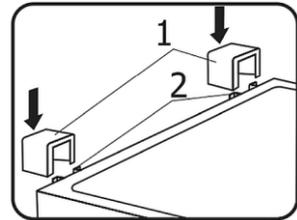

Fig. 4
8. Predisporre i due supporti (1) e inserirli nelle guide (2) nella parte superiore del pannello posteriore (fig. 4).